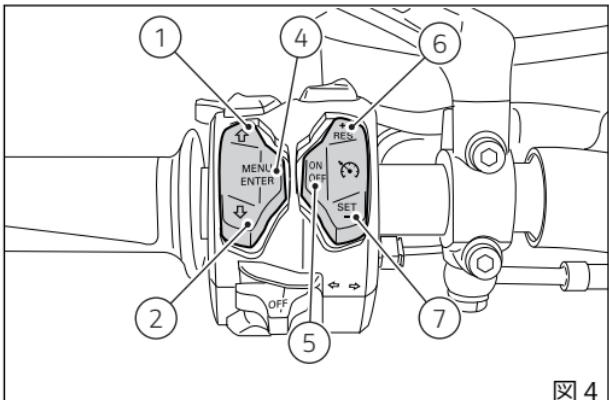

図 4
6) クルーズコントロールボタン – RES (レジューム) / + (増速) (図 4)
7) クルーズコントロールボタン – SET (設定) / + (減速) (図 4)